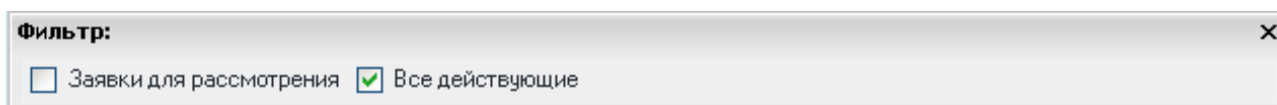

Рисунок 9.23 – Краткий фильтр
- **Краткий фильтр.** Фильтр загружается посредством выбора пункта « Краткий фильтр» из раскрывающегося списка по нажатию кнопки « Фильтр» или нажатием кнопки « Фильтр» (Рисунок 9.23).